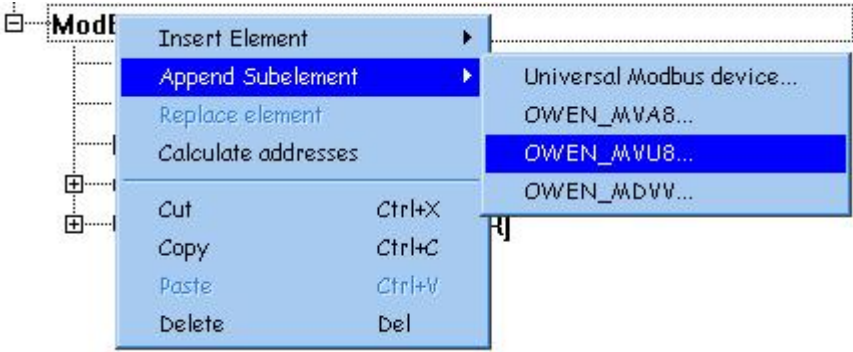
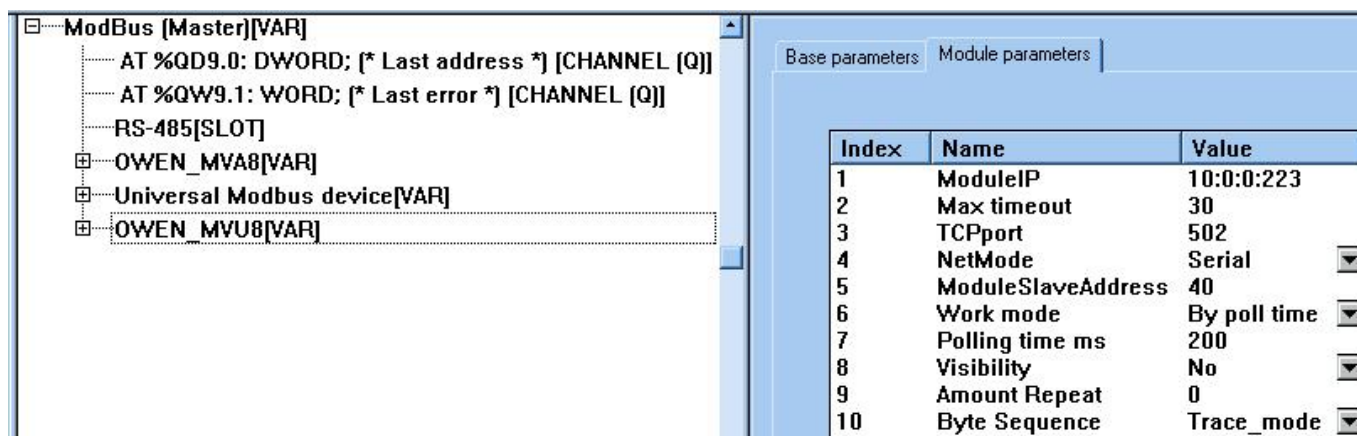

Рис. 5.1
Рис. 5.2
5. Настроим подключение МВУ8-Р. Нажмите правой кнопкой мыши на пункте *ModBus (Master)*, в появившемся контекстном меню выберите пункт *Append Subelement*. Здесь, также как и для MBA8, вам предлагается выбрать либо модуль *Universal Modbus device*, либо уже настроенную конфигурацию МВУ8 (см. пункт *OWEN\_MVU8* на Рис. 5.1). В первом случае вам необходимо самостоятельно определить, какими каналами МВУ8 вы будете управлять с ПЛК. Во втором случае все оперативные параметры модуля уже будут сконфигурированы.
Выберите пункт *OWEN\_MVU8*, как это показано на рис. 5.1. В окне слева выберите вкладку *Module Parameters*. В столбце *Value* введите значения параметров, как это показано на рис. 5.2. В параметре *ModuleSlaveAddress* вы может задать удобный вам адрес прибора МВУ8, кратный 8. Например, 40.